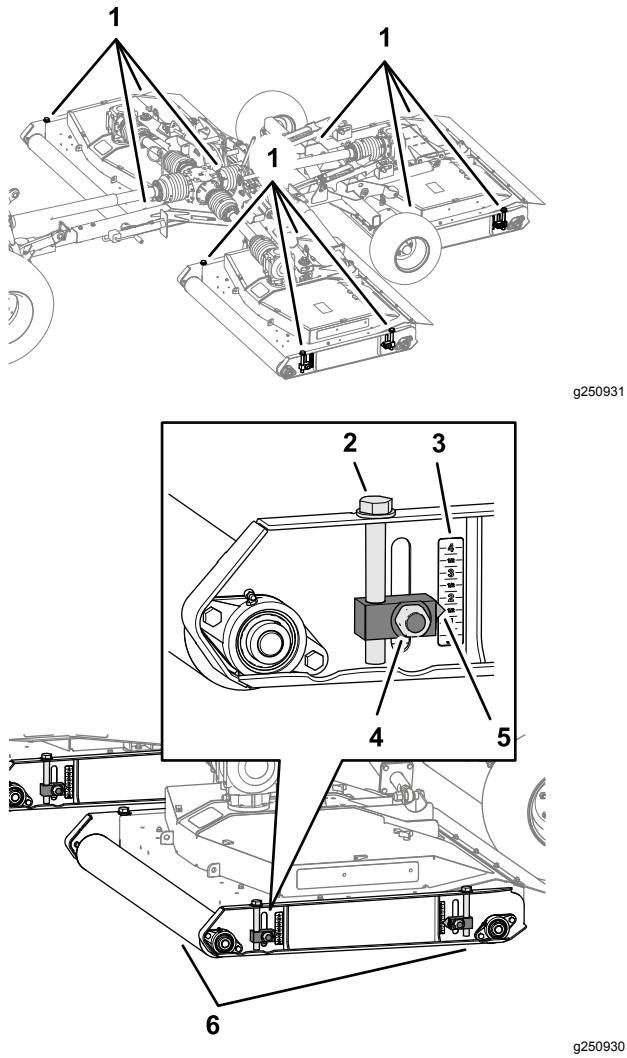

Figura 41
3. Afloje las 4 contratuerca que fijan los 4 ajustadores de la altura de corte (Figura 41) de la carcasa del cortacésped.